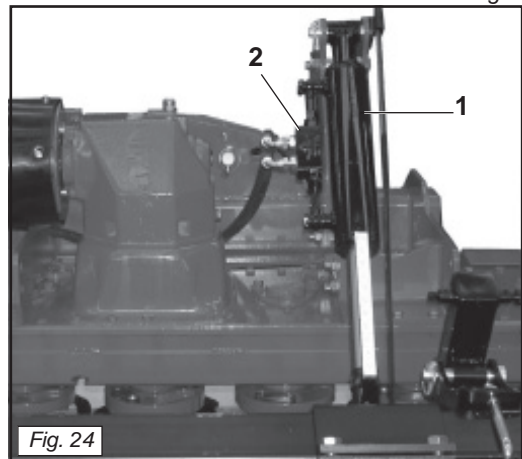

Fig. 24
La macchina è provvista di 2 cilindri idraulici (accessori a richiesta, 1 Fig. 24). Dopo averla agganciata al trattore, si devono collegare a quest'ultimo i tubi idraulici che permettono l'azionamento dei cilindri per la regolazione del rullo. L'operatore stesso può, quindi, dall'interno del trattore, effettuare la regolazione più idonea. I tubi idraulici hanno delle etichette adesive di riconoscimento (Fig. 19) che rappresentano:
The machine has 2 hydraulic cylinders (accessories available on request, 1 Fig. 24).
La machine est dotée de 2 vérins hydrauliques (accessoires sur demande, 1 Fig.24).
Die Maschine ist mit 2 hydraulischen Zylindern ausgestattet (Sonderzubehör auf Anfrage, 1 Abb. 24).
La máquina cuenta con 2 cilindros hidráulicos (accesorios a pedido, 1 Fig. 24); después de haberla enganchado al tractor, se deben conectar al tractor los tubos hidráulicos que permiten el accionamiento de los cilindros para la regulación del rodillo. Por lo tanto el operador mismo puede efectuar la regulación más adecuada desde adentro del tractor. Los tubos hidráulicos tienen etiquetas adhesivas de identificación (Fig.19) que representan:
- I due cilindri, inoltre, sono provvisti di una valvola di blocco automatica (2 Fig. 24).
- The two cylinders also have an automatic blocking valve (2 Fig. 24).
- Les deux vérins sont aussi dotés d'une vanne automatique de blocage (2 Fig. 24).
- Die beiden Zylinder haben außerdem ein automatisches Sperrventil (2 Abb. 24).
- Además los dos cilindros cuentan con una válvula de bloqueo automática (2 Fig.24).